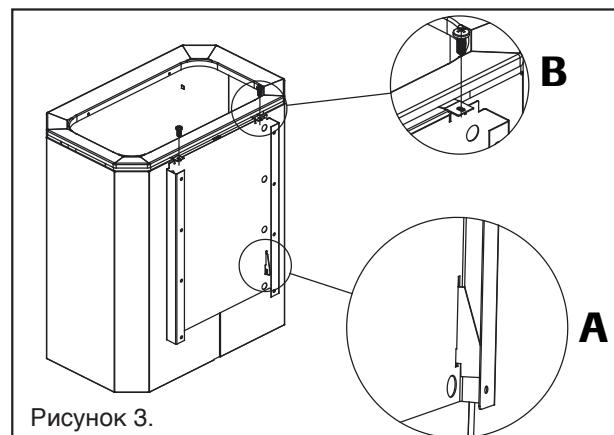

Рисунок 3.
- Вставьте крепежные проушины на задней части каменки в крепежные пазы настенного крепежного листа (рисунок 3А).
- Зафиксируйте крепление каменки по верхней кромке с помощью крепежных винтов 2 шт (рисунок 3В).